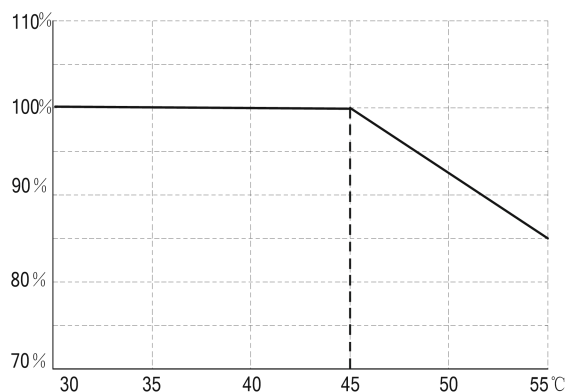

图 3-1 输出电流与环境温度的关系
- 2) 环境温度：-10℃~45℃；由于环境温度变高造成电源散热效果变差，有必要降额使用，额定电流与环境温度关系如图 3-1 所示。